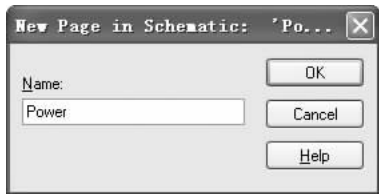
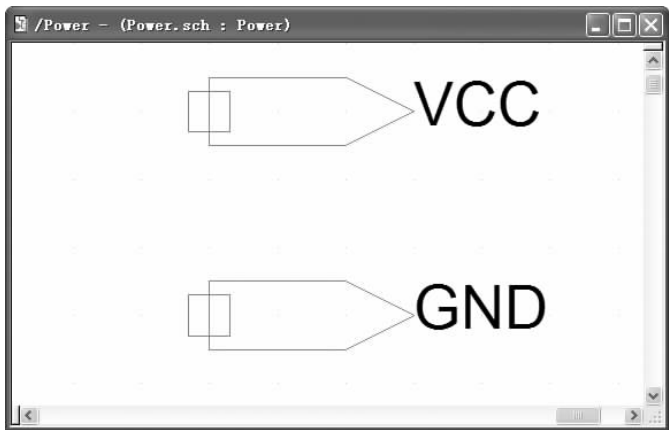

图 6-277 修改下层电路图名称
图 6-278 Logic 层次块对应的下层电路
1) 选中“Power”层次块，右击鼠标，选择“Descend Hierarchy（生成下层电路层）”命令，弹出如图 6-277 所示的对话框，系统会自动创建一个电路原理图文件夹，弹出的对话框中可以修改创建电路原理图文件夹的名称，在“Name（名称）”栏中输入“Power”，单击按钮，创建层次块“Power”对应的下层电路，如图 6-278 所示。